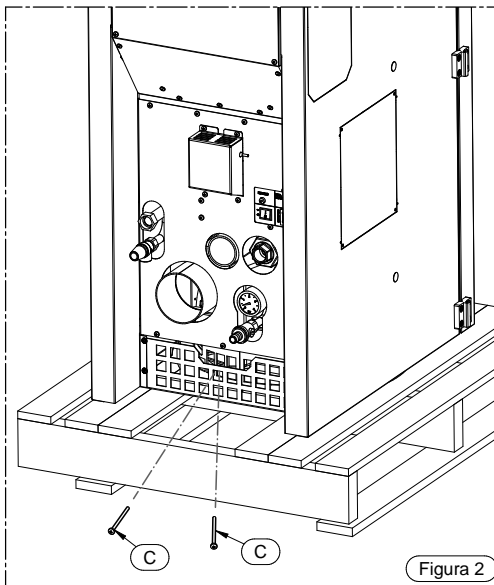

Figura 2
- Svitare le 2 viti C (vedi Figura 2).